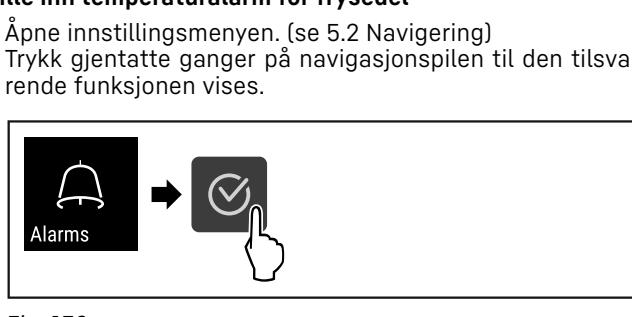

Fig. 134
► Følg anvisningene (se Fig. 134).